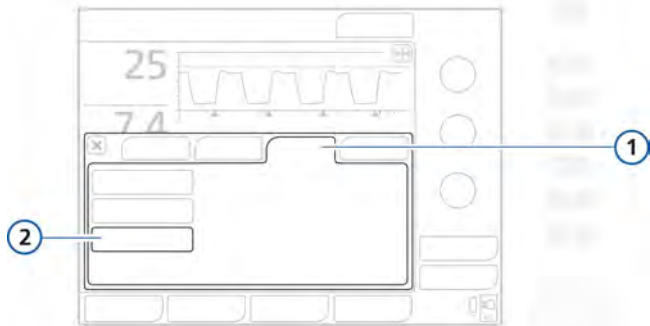

Figura 7-9. Pestaña Gráficos
2. Toque la pestaña **Gráficos**. Consulte la figura 7-9.